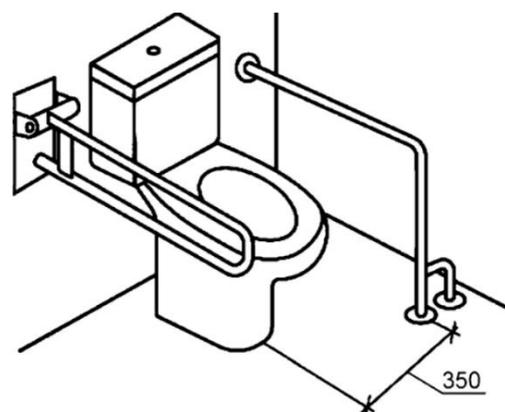

Рисунок 7.2.2. h-образный поручень, откидной настенный поручень.
- **h-образный поручень.** Стационарный поручень настенно-напольного крепления. Используется как альтернатива L-образному комбинированному поручню в ситуациях, когда расстояние от оси унитаза до стены более 35 см (центральное расположение унитаза, рис. 7.2.2). Отсутствие вертикальной части поручня компенсируется выступом откидного поручня за пределы кромки передней части унитаза